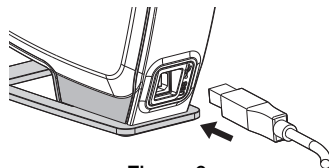

Figura 6
- 1 Conecte o cabo USB à porta USB localizada na parte traseira da impressora de etiquetas. Consulte a Figura 6.